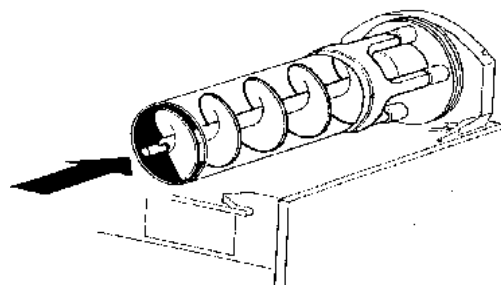

рис.15
- 5-Аккуратно вставьте винт в испаритель так, чтобы его край не упирался в заднюю стенку (см. рис.15).